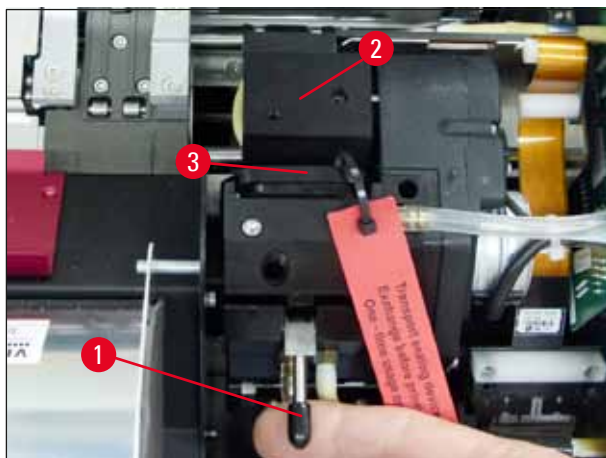

Рис. 34
4. Печатающая головка (→ "Рис. 34-2") перемещается вверх и останавливается прим. в 1 см от уплотнительной кромки (→ "Рис. 34").